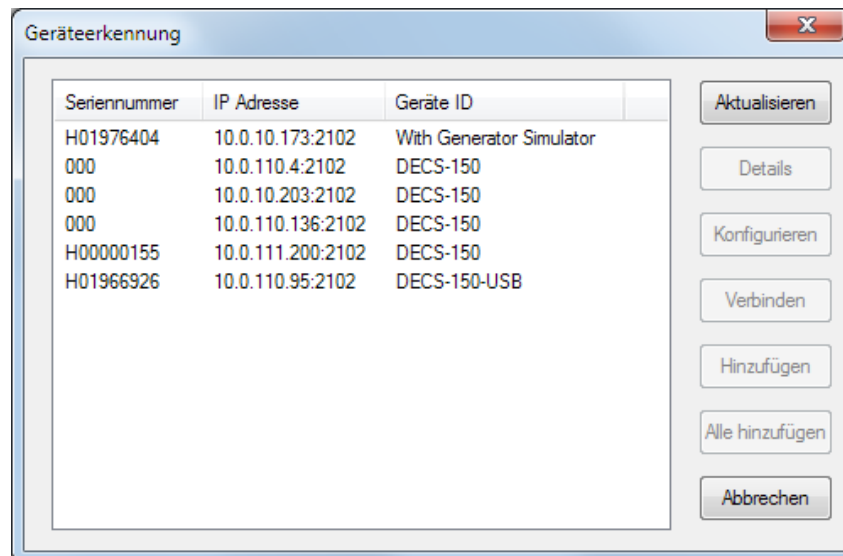

Abbildung 20-4. Fenster Geräteerkennung
5. Wenn Sie die IP Adresse nicht kennen, können Sie eine Suche nach allen angeschlossenen Geräten starten, indem Sie die Schaltfläche 'Ethernet' in der Box 'Geräteerkennung' klicken. Nachdem die Suche abgeschlossen ist, wird Ihnen ein Fenster mit den angeschlossenen Geräten angezeigt. Siehe Abbildung 20-4.